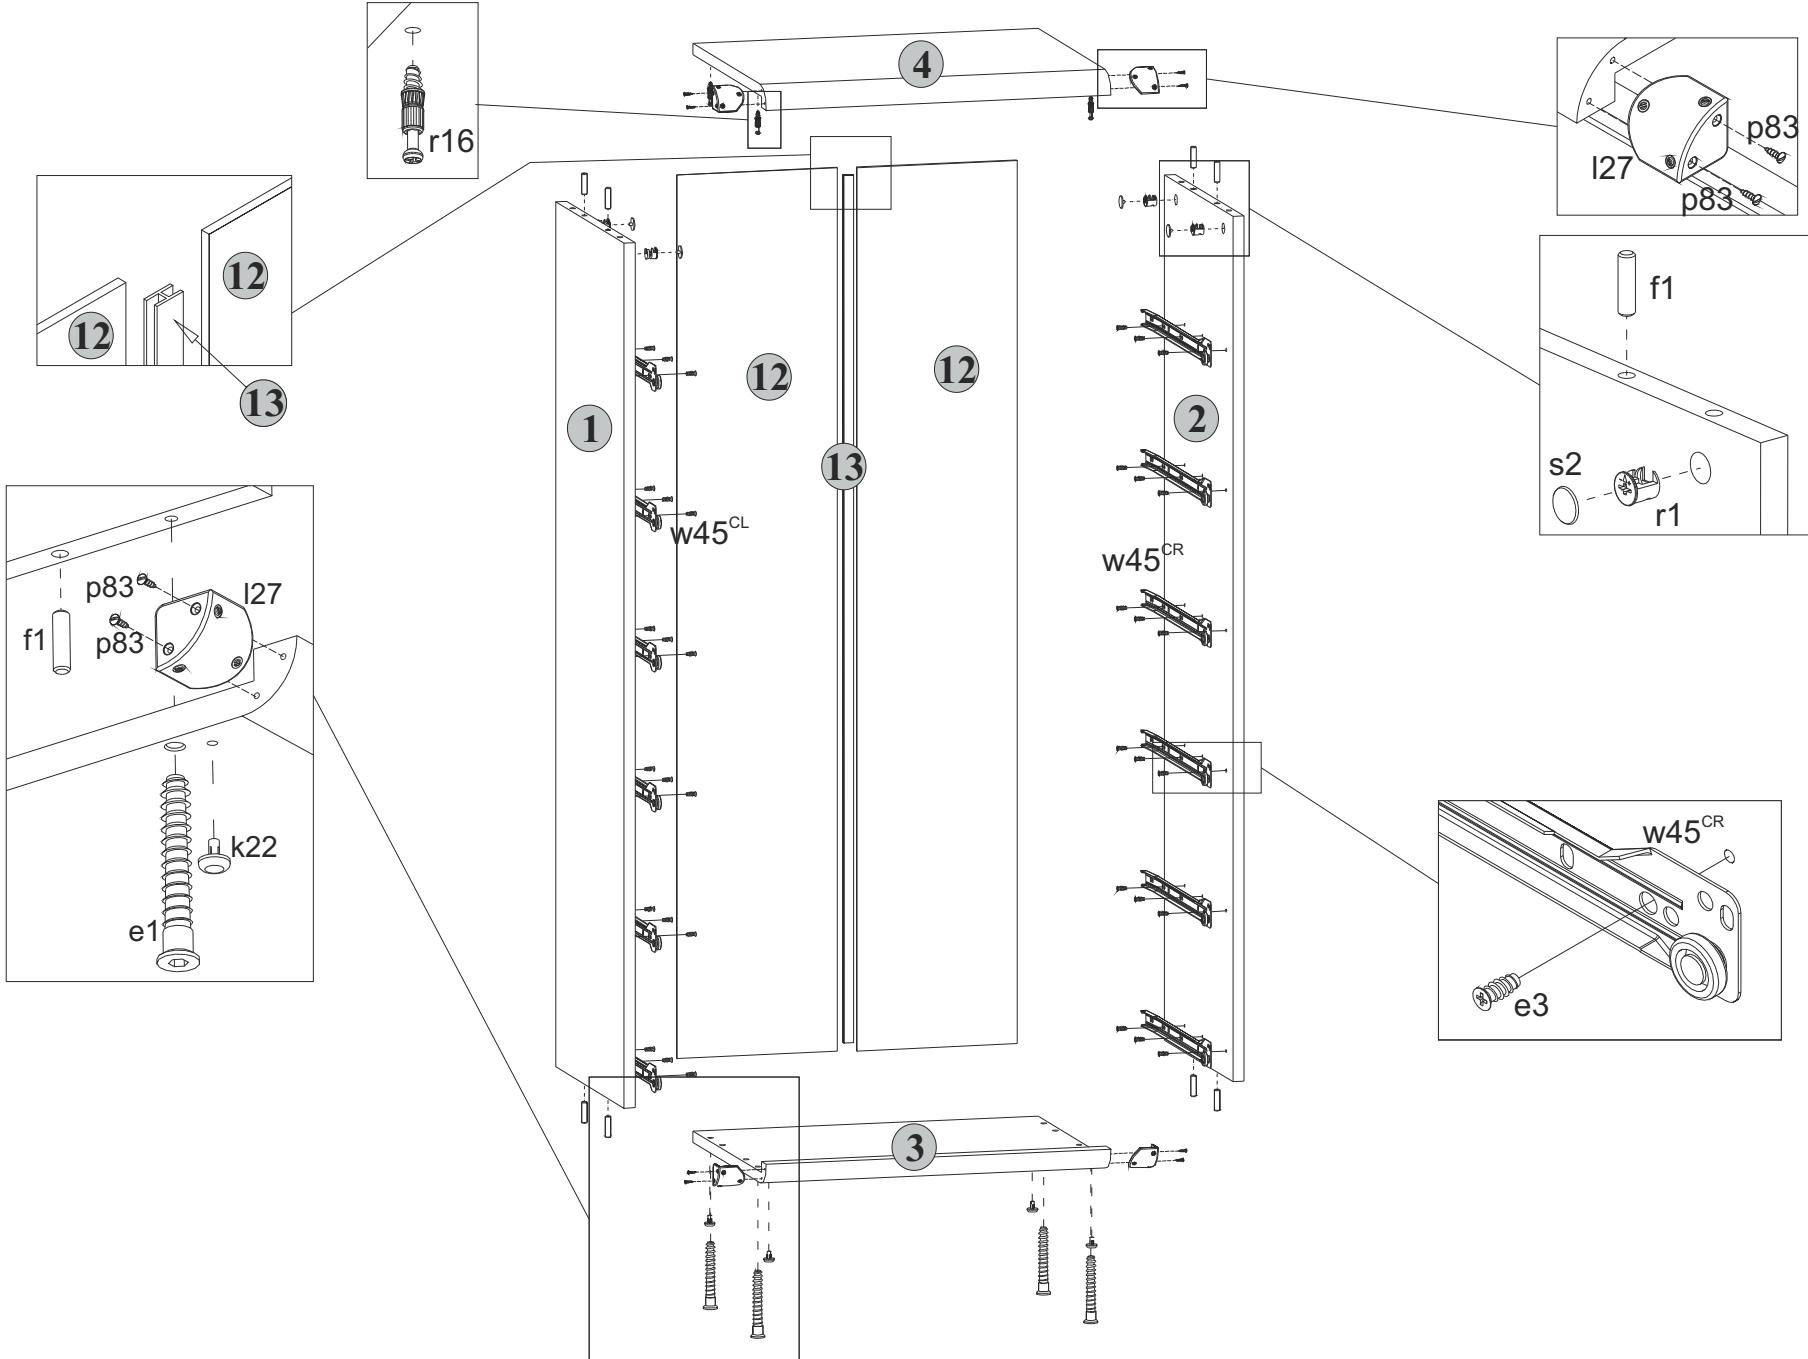

Рис. 2
5.2 В отверстия диаметром **8 мм** на верхних и нижних кромках стенок боковых 1 и 2 вбить деревянные шканты **f1** (см.рис. 2).